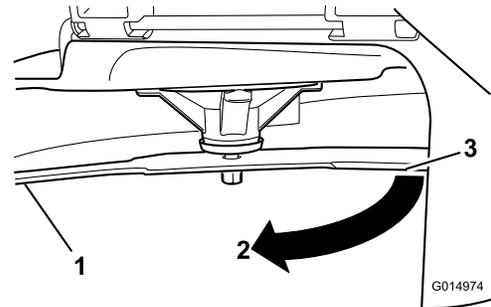

**Figura 54**
2. Llevando guantes fuertemente acolchados u otro tipo de protección apropiada para las manos, gire la cuchilla lentamente hasta una posición que permita medir la distancia entre el filo de corte y la superficie nivelada en la que descansa la máquina (Figura 54).